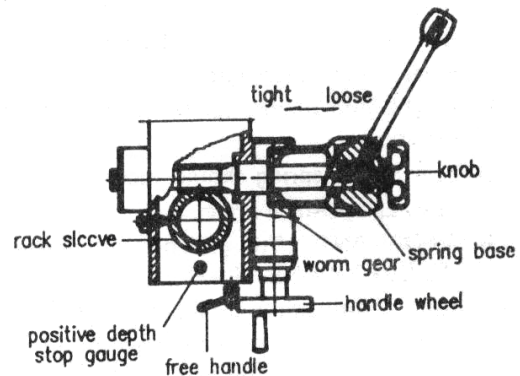

Fig. 2
4. Boorvoorbereidingen (zie fig.2) (met uitzondering van het bijkomend elektrisch voedingssysteem)
5. Freesvoorbereidingen (zie fig.2) (met uitzondering van het bijkomend elektrisch voedingssysteem)